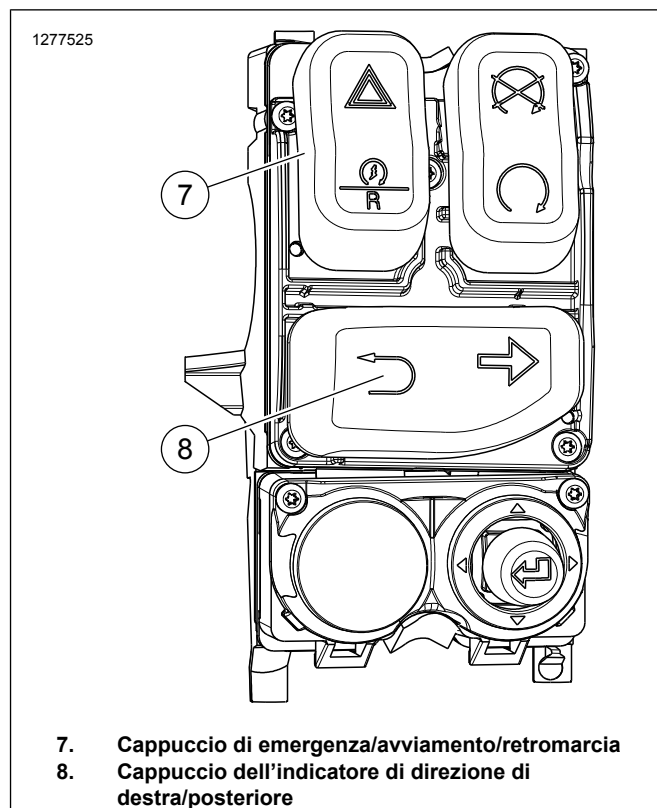

Figura 8. Comando di destra Trike 2019 ed anni successivi (originale)
- c. Vedere Figura 8 Rimuovere il cappuccio di emergenza/avviamento (7) dal modulo di controllo Componente originale.
- d. Vedere Figura 8 Installare il tasto dell'indicatore di svolta a destra/inversione (8) sul nuovo modulo di comando.
- e. Vedere Figura 8 Installare il cappuccio di emergenza/di avviamento/retromarcia (7) sul nuovo modulo di controllo.